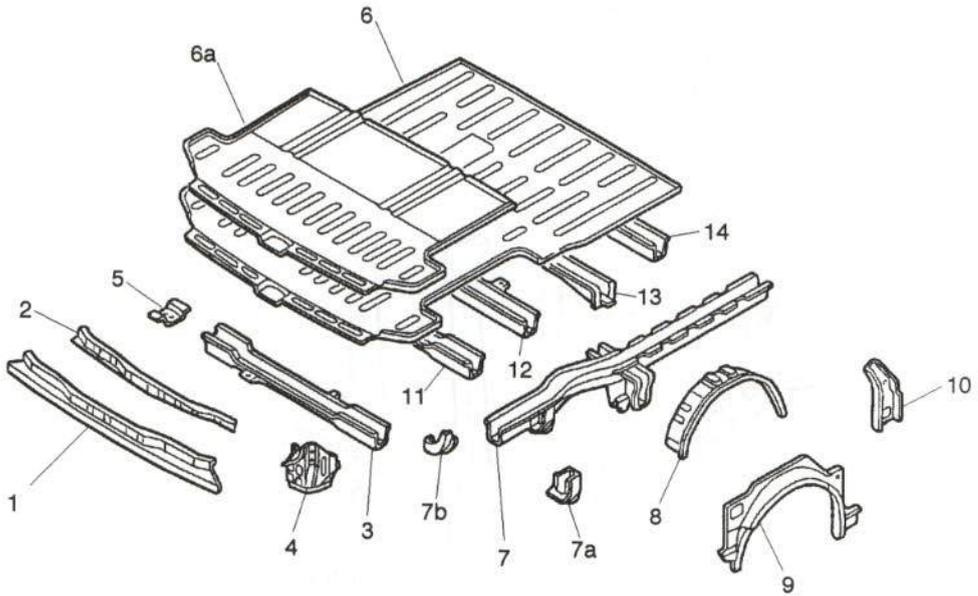

Figura 10.- Despiece interior trasero
- Interior trasero (figura 10).